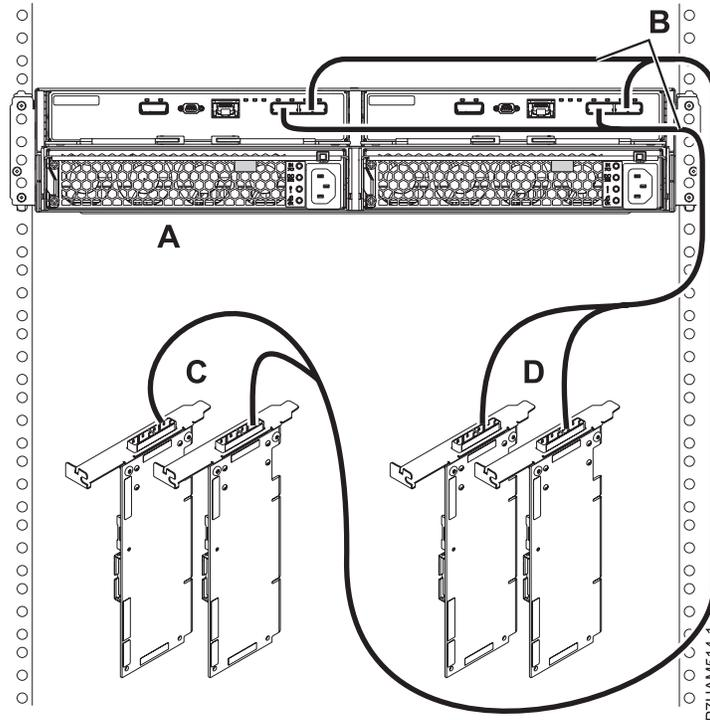

Figure 42. Mode 2 de connexion d'un boîtier d'unité de disque 58/87 via des câbles X à deux paires d'adaptateurs SAS
16. Effectuez la connexion de mode 2 d'un boîtier d'unité de disque 58/87 (A) via des câbles X (B) à deux paires d'adaptateurs SAS, comme illustré dans la figure 42, à la page 77.
- Chaque adaptateur SAS de la paire 1 (C) peut accéder à l'autre adaptateur, ainsi qu'aux baies d'unité D1 à D12.
- Chaque adaptateur SAS de la paire 2 (D) peut accéder à l'autre adaptateur, ainsi qu'aux baies d'unité D13 à D24.